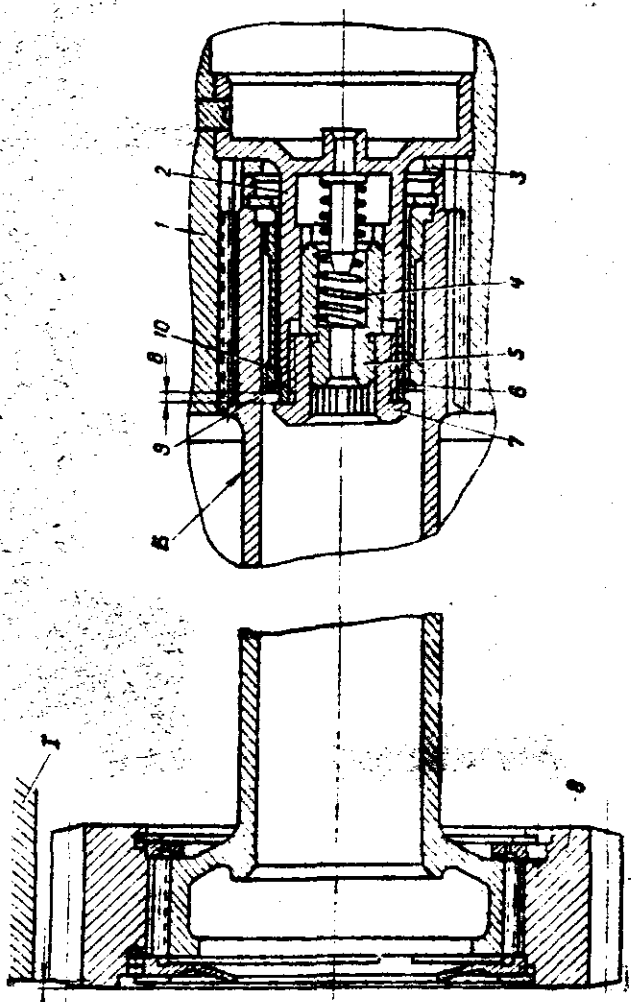

Рис. 43. К замене редуктора с валом-рессорой:
7. Введите ключ в полость рессоры и, отжав замок 5 (рис.43), отверните пробку 7 и выньте из вала ротора компрессора рессору, собранную с ведущей шестерней редуктора, пробку 7, два регулировочных кольца 3,6, замок 5 и пружину 4.